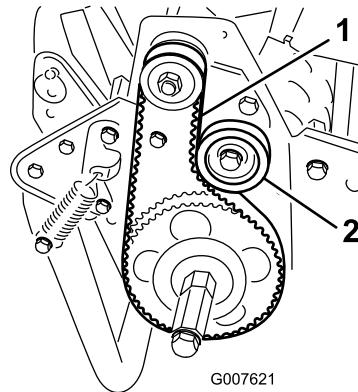

Bild 39
2. Prüfen Sie die Spannung. Bringen Sie hierfür eine Kraft von 18-22 N in der Mitte des Riemens zwischen den Riemscheiben (Bild 39) an.
- A. Lösen Sie die Befestigungsmutter der Spannscheibe und drehen Sie die Spannscheibe nach rechts gegen die Rückseite des Riemens, bis Sie die gewünschte Riemenspannung erzielt haben (Bild 39).